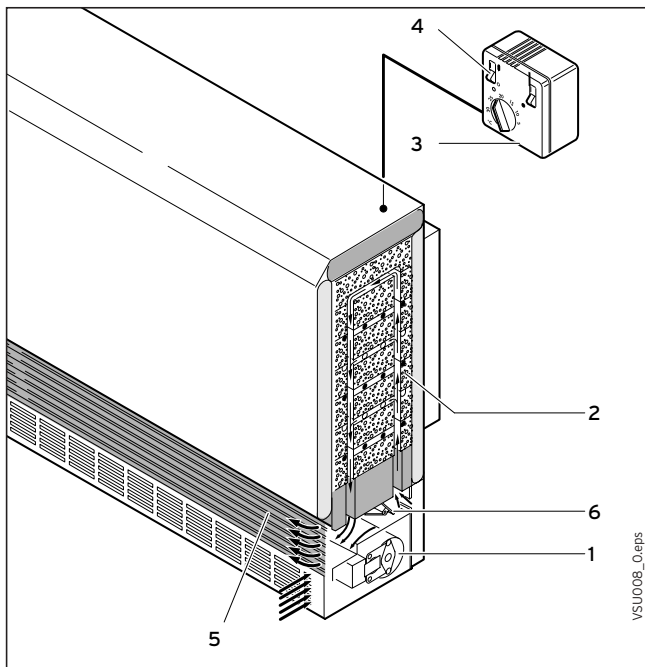
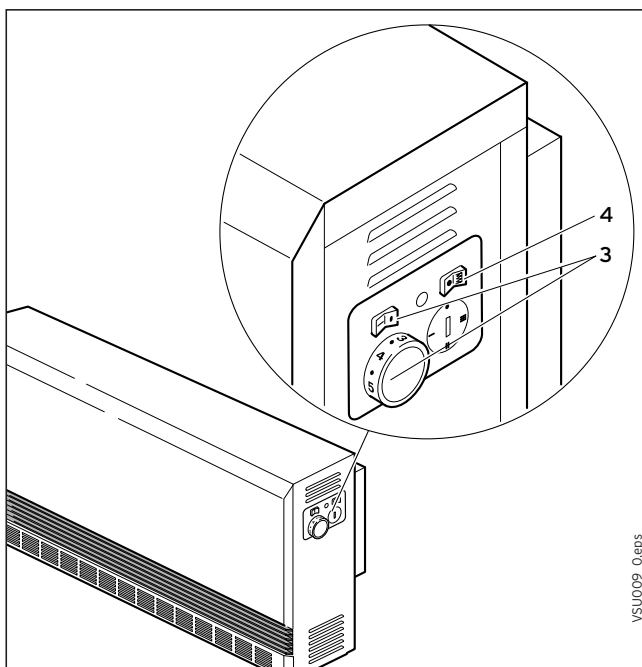

Abb. 3.2 Entladeregulation über wandmontierten Raumtemperaturregler
Abb. 3.3 Entladeregulation über integrierten Raumtemperaturregler
Die Entladung erfolgt automatisch. (Bild 3.2: Regelung über wandmontierter Raumtemperaturregler; Bild 3.3: Regelung über integrierten Raumtemperaturregler)
Bei Unterschreiten der von Ihnen am Raumtemperaturregler (3) (Bild 3.2/3.3) eingestellten Solltemperatur läuft der Lüfter (1) an und fördert Raumluft durch die Luftkanäle des Speicherkerns (2). Der dabei erwärmten Luft wird anschließend über die Luftmischklappe (6) so viel kühle Raumluft zugemischt, dass der eingestellte Solltemperaturwert nicht überschritten wird (die Stellung der Luftmischklappe wird automatisch mittels eines Bimetallreglers gesteuert). Die erwärmte Luft wird über das Luftaustrittsgitter (5), zu einem geringen Teil auch über die Geräteoberfläche, an den Raum abgegeben. Der Raumtemperaturregler regelt die Entladung automatisch so, dass die gewünschte Raumtemperatur konstant gehalten wird.